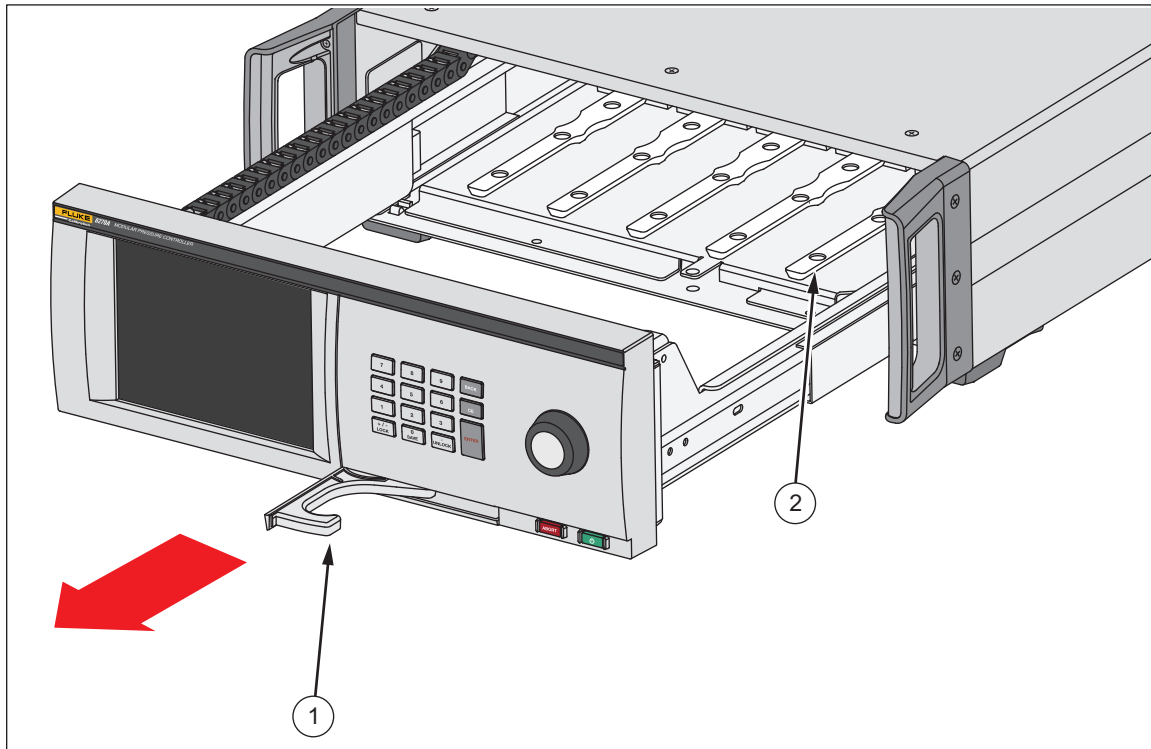

Figure 1. Baie des modules
Pour accéder à la baie des modules, reportez-vous à la figure 1 :
5. Un logement se trouve au bas du PMM, qui rentre dans la piste située au bas du boîtier intérieur du produit, voir la figure 1 (②). Aligned la piste avec le logement et faites glisser le PMM dans le boîtier inférieur jusqu'à ce qu'il s'arrête. Voir la figure 2.